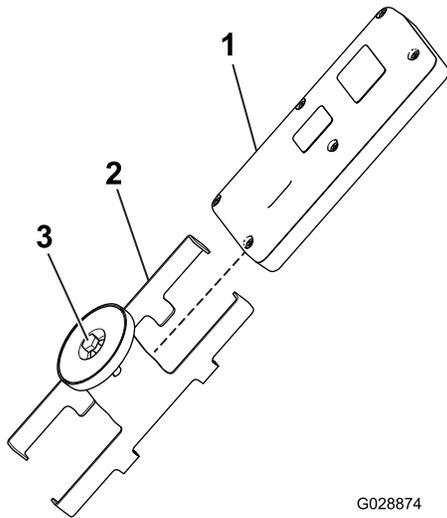

图 37
1. 旋松磁性遥控器支架上磁体内的螺栓 图 37。
2. 将支架滑到侧面然后拆下遥控器 图 37。
8. 将手持遥控器装入磁性遥控器支架将两半滑到一起并固定然后拧紧磁体内的螺栓 图 37。